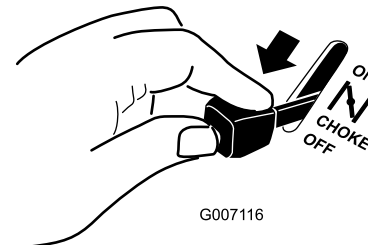

Figure 22
5. Amenez progressivement la manette de starter en position hors service (Figure 22). Si le moteur cale ou hésite, engagez de nouveau le starter jusqu'à ce que le moteur soit chaud.